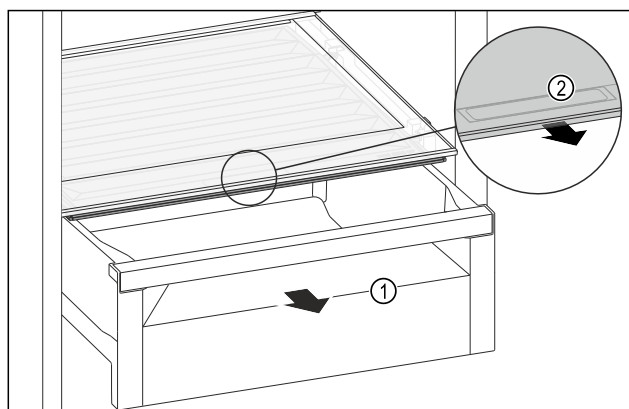

Fig. 110
- Zásuvku Fig. 110 (1) vytáhněte.
- Uchopte prohlubeň pro rukojeť Fig. 110 (2) na víko zásuvky a současně zatáhněte za víko zásuvky směrem dopředu.